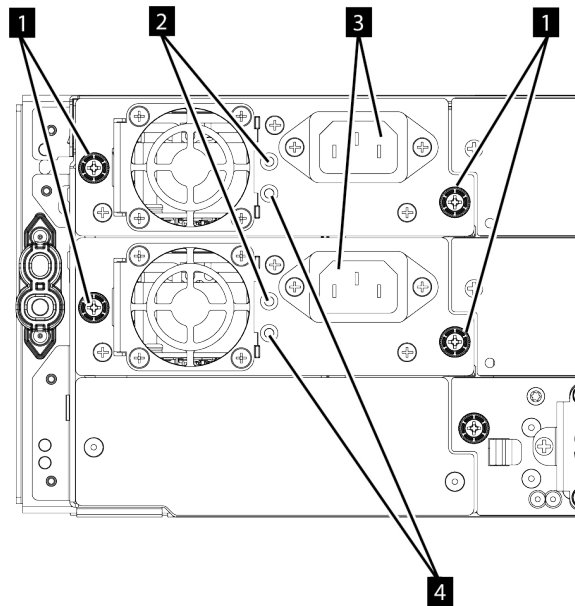

Abbildung 66. Netzteile
- Die weiße LED (2 in Abbildung 66 auf Seite 155) leuchtet auf.
- Die grüne LED (4 in Abbildung 66 auf Seite 155) LED ist ausgeschaltet.